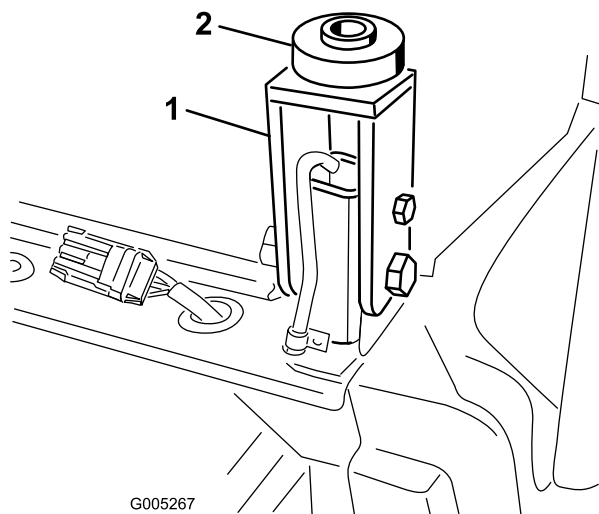

Figura 112
35. Insira um suporte de montagem da cabina de borracha em cada suporte de montagem nos locais de montagem traseiros (Figura 112).